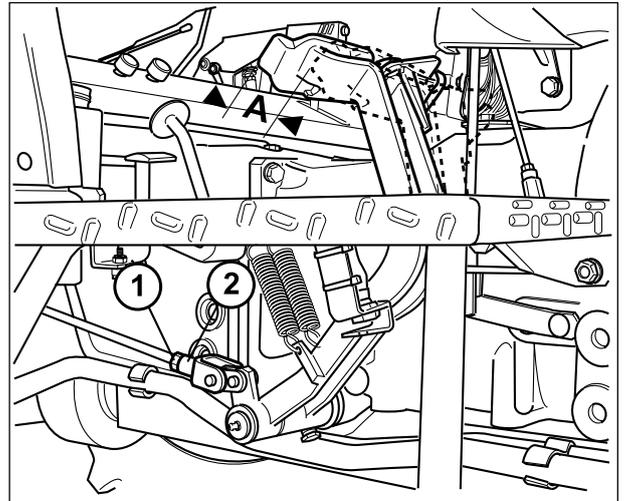

Fig.5-16 - Excursão livre (A) dos pedais de comando dos travões.
A afinação é necessária quando a excursão livre dos pedais de comando (Fig.5-16) se tornar excessiva, fazendo com que os pedais actuem perto do limite de curso. Para restabelecer o valor normal da excursão livre (A), que é de cerca de 3,5 cm, é necessário proceder da seguinte maneira:
- 4 - Desaperte a contraporca (1-Fig.5-16). Aperte lentamente a porca de afinação (2 - Fig.5-16) até não ser mais possível girar a roda manualmente.
- 5 - Faça uma marca de referência na porca de regulação (2-Fig5-16) e no suporte; em seguida, desaperte a porca de afinação 1 volta, até ser possível girar a roda. Bloqueie depois o regulador com a contraporca própria (1 - Fig.5-16).